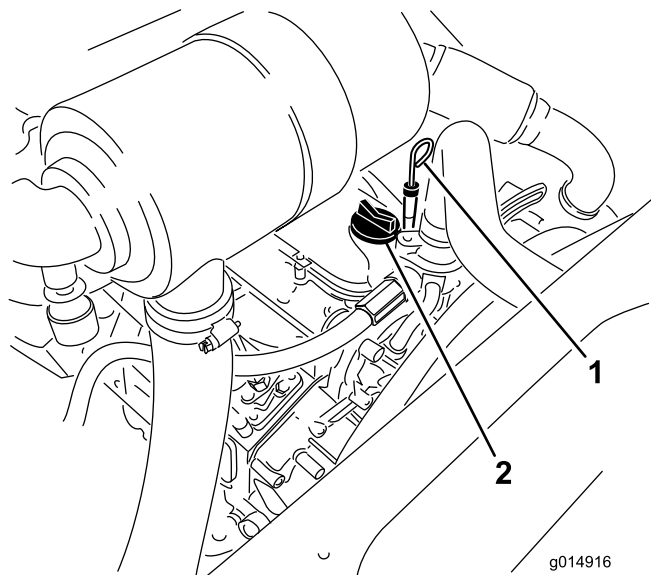

Рисунок 26
- Извлеките измерительный щуп, тщательно протрите и снова вставьте его (Рисунок 26).
- Если уровень масла ниже отметки Full (Полный), снимите крышку (Рисунок 26) и добавляйте масло до тех пор, пока его уровень не достигнет отметки Full (Полный).